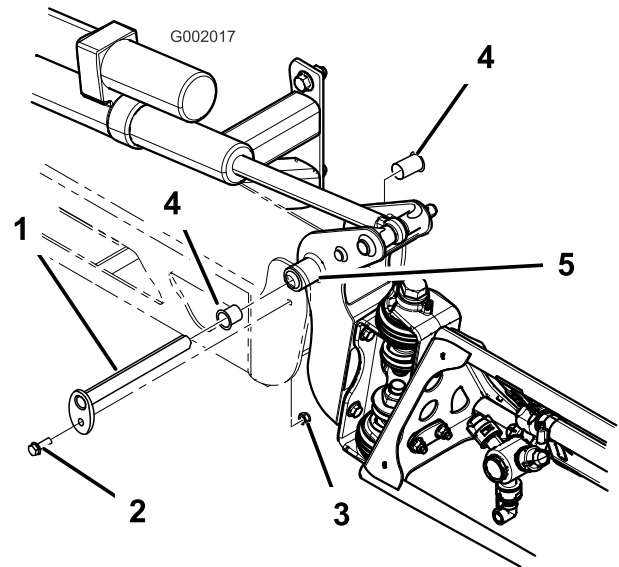

Bild 71
3. Wenn das Gewicht des Spritzgestänges abgestützt ist, nehmen Sie die Schraube und die Mutter ab, mit denen der Schwenkstift am Spritzgestänge befestigt ist (Bild 71). Nehmen Sie den Schwenkstift ab.
5. Nehmen Sie die Nylonbüchsen vorne und hinten an der Schwenkhalterung ab und prüfen Sie sie (Bild 71). Ersetzen Sie beschädigte Büchsen.
7. Montieren Sie das Spritzgestänge und die Schwenkhalterung im mittleren Rahmen und richten Sie die Öffnungen aus (Bild 71).